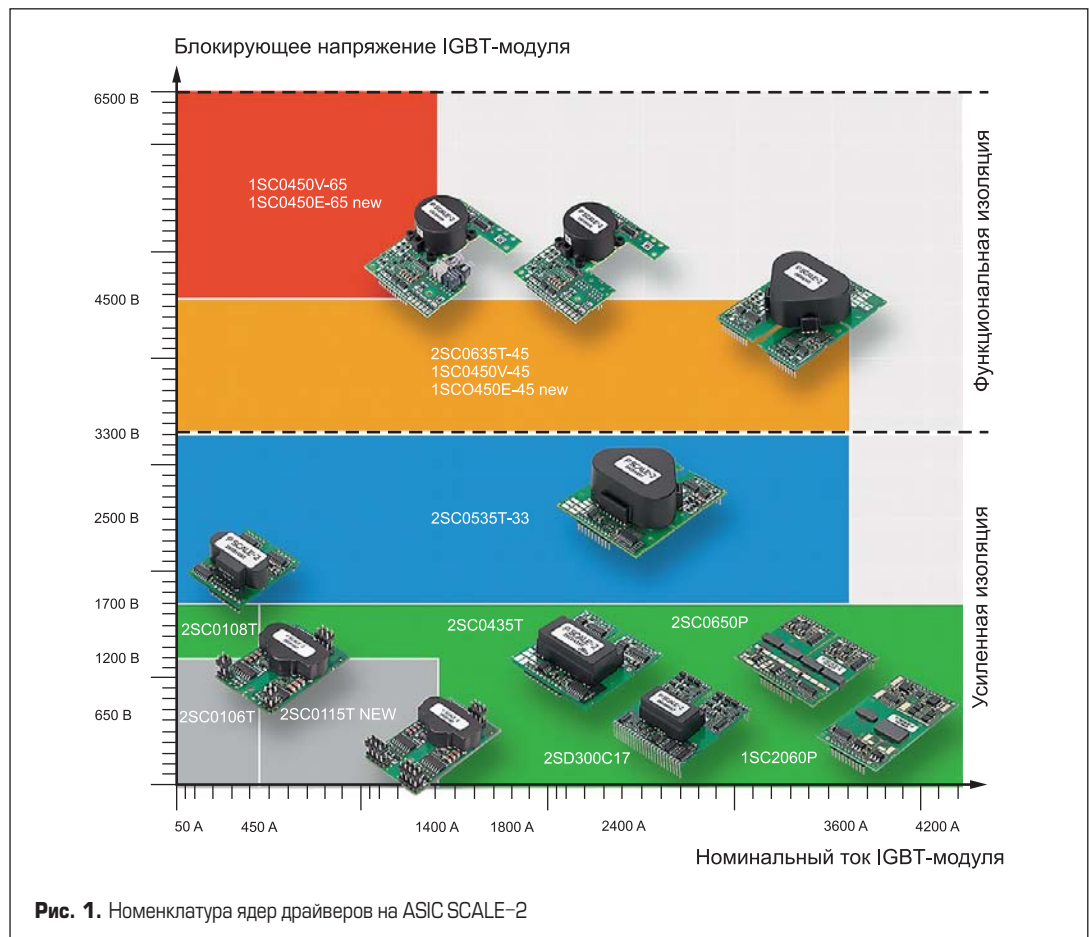

Рис. 1. Номенклатура ядер драйверов на ASIC SCALE-2
Номенклатура драйверов на основе технологий SCALE-1, SCALE-2 ранее неоднократно описывалась в [1] как продукция швейцарской фирмы ST-Concept. В 2014 г. фирма была приобретена компанией Power Integrations (PI), и с этих пор все драйверы по технологии SCALE выпускаются под этой маркой. Весь ассортимент драйверов можно разделить на так называемые ядра драйверов (driver core) и драйверы, адаптированные под конкретные IGBT-модули (Plug&Play drivers) практически всех ведущих мировых производителей. Номенклатура ядер и адаптированных драйверов на основе современного набора микросхем SCALE-2 приведена на рис. 1 и 2. В середине 2015 г. был выпущен усовершенствованный набор микросхем SCALE-2+, на основе которого создано ультракомпактное драйверное ядро 2SC0115T2A0-12. В набор SCALE-2+ была добавлена новая функция защиты драйвера в случае короткого замыкания (КЗ) в силовом ключе. К имевшейся ранее функции активного ограничения (Advanced Active Clamping, AAC) была добавлена функция мягкого выключения (Soft Shut Down, SSD). При этом при использовании драйвера может быть задействована либо SSD либо AAC. Функция мягкого выключения рекомендована для использования в случаях с малой паразитной индуктивностью DC-контура, когда в использовании функции улучшенного активного ограничения нет необходимости.